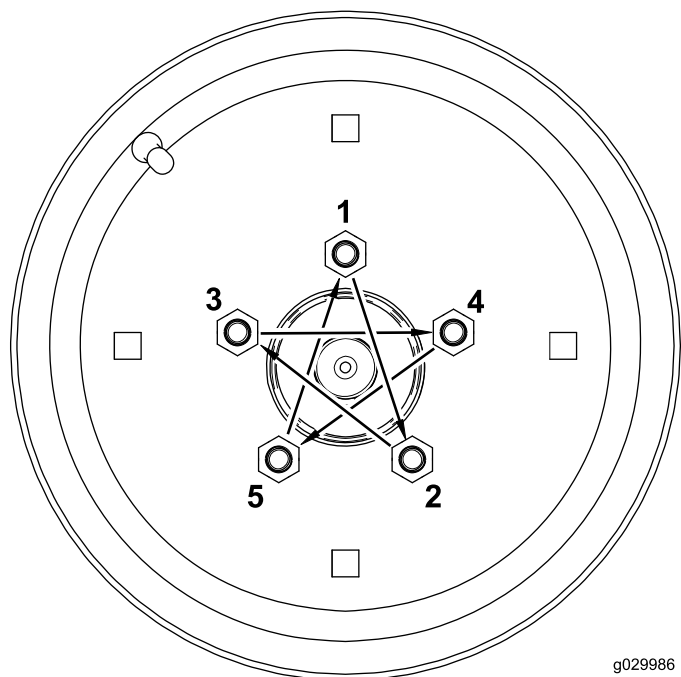

Figura 20
2. Apriete las tuercas de las ruedas a 101–115 N·m en el orden siguiente (Figura 20).